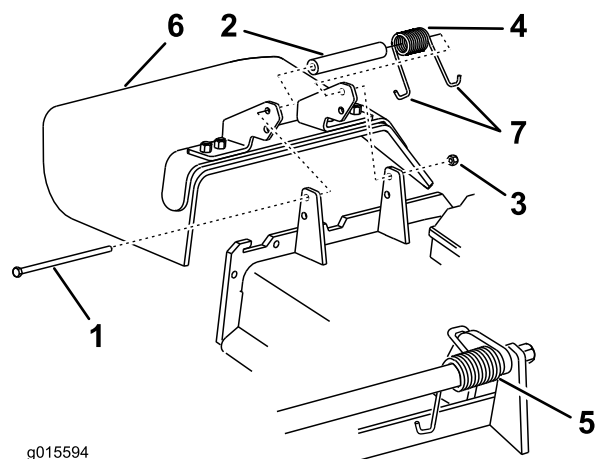

Figure 43
1. Placez une extrémité du ressort derrière le bord du plateau et l'autre extrémité sur le déflecteur d'herbe (Figure 43).
2. Utilisez le boulon et l'écrou pour fixer le déflecteur d'herbe au plateau de coupe (Figure 43).
3. Accrochez l'extrémité en J du ressort au déflecteur d'herbe (Figure 43).